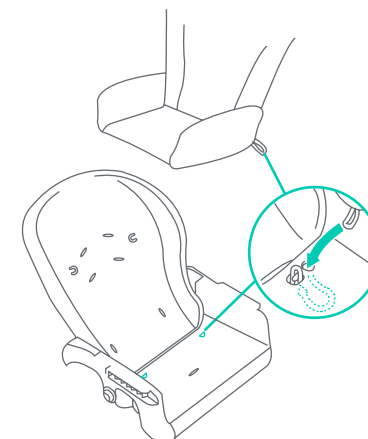

Fig. 7b
- Enganche la parte inferior de la almohadilla del asiento en la base del asiento con dos lazos elásticos ubicados detrás de la parte inferior de la almohadilla del asiento. Éstos se ajustan a las lengüetas de sujeción ubicadas en la base del asiento cerca de la unión entre el respaldo y la base del asiento (Fig. 7b).